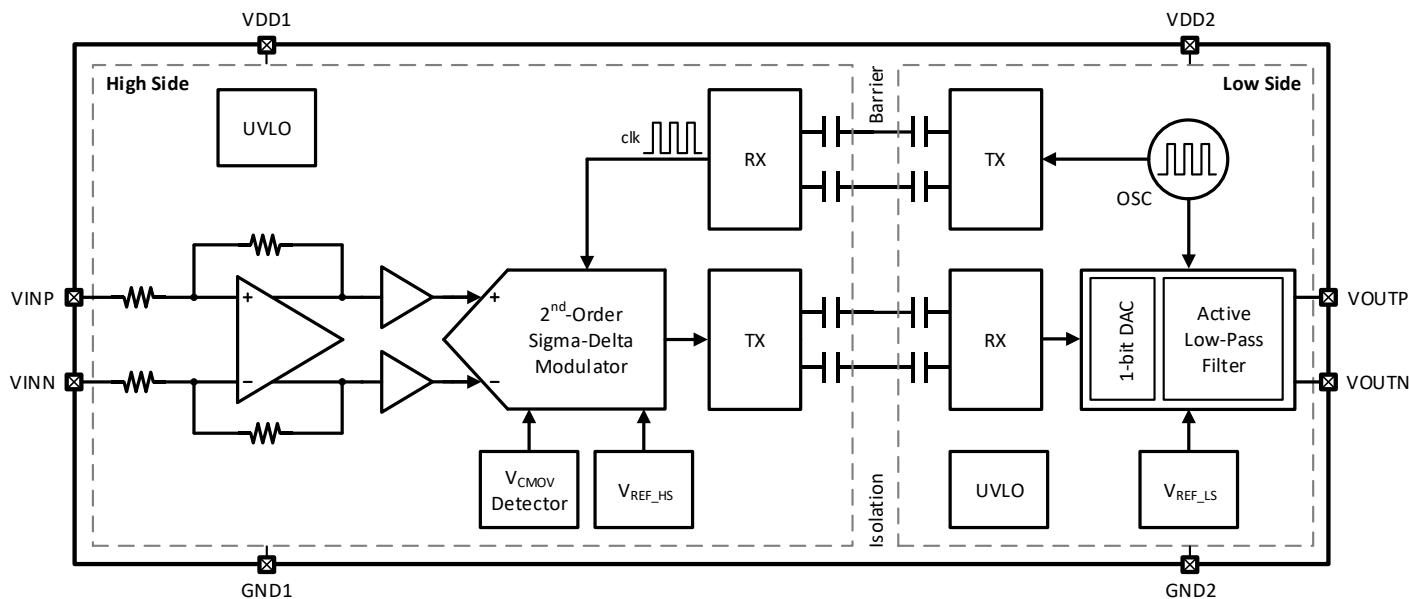

图 9-1 CA-IS1300B25G-Q1 功能框图
CA-IS1300B25G-Q1 器件是为基于分流电阻的电流检测而优化的高精度隔离式运放。功能框图如图 9-1 所示。在高边，全差分运放先对分流电阻上的压降预放大然后驱动二阶 Sigma-Delta ( $\Sigma\Delta$ ) 调制器。该调制器将模拟信号转换成数字位流。为了在基于二氧化硅的隔离层的信号传输，数字位流通过使用简单的开关键控 (OOK) 调制方案和高频载波进一步调制。接收机 (RX) 在低边将接收到的调制信号恢复成原始的数字位流。经过 1 位数模转换器 (DAC) 处理后，数字位流被送到有源低通滤波器继而产生模拟输出。为了整个芯片的同步，时钟在低边产生并发送回高边，确保所有的时钟同源。